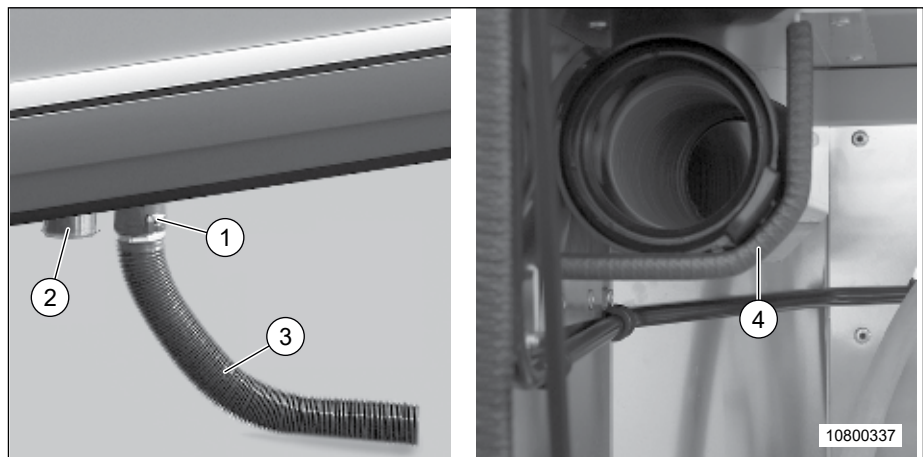

Fig. 128 Tuyau d'écoulement de l'eau/entreposage du tuyau de vidange
On peut raccorder un flexible aux manchons de vidange (Fig. 128, pos. 1 et 2). Le tuyau de vidange (Fig. 128, pos. 3) se trouve dans le coffre à gaz.